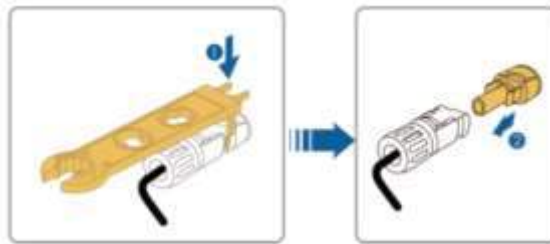

Fig. 4-53 Retire el conector CC
- 5) Inserte una llave MC4 en la muesca y presione la llave con una fuerza apropiada para quitar el conector CC (Fig. 4-53).